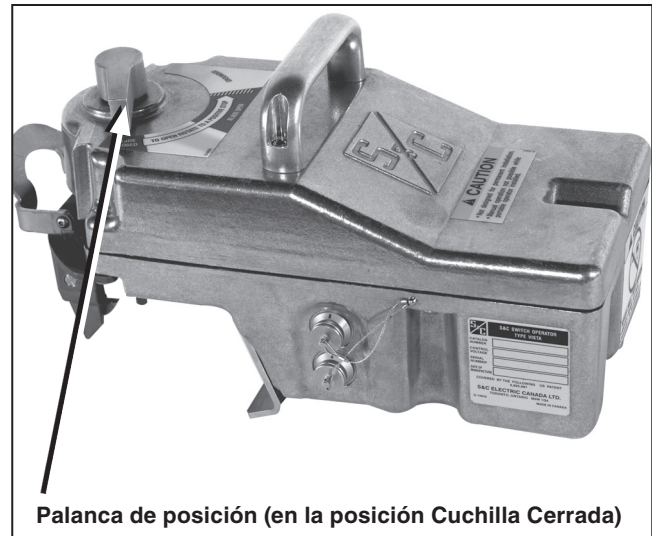

Figura 3. Ajustando la palanca de posición del moto operador portátil.
**PASO 2.** Ajuste la palanca de posición del moto operador portátil para que corresponda a la posición del disco de operación observada en el Paso 1. Vea la Figura 3.